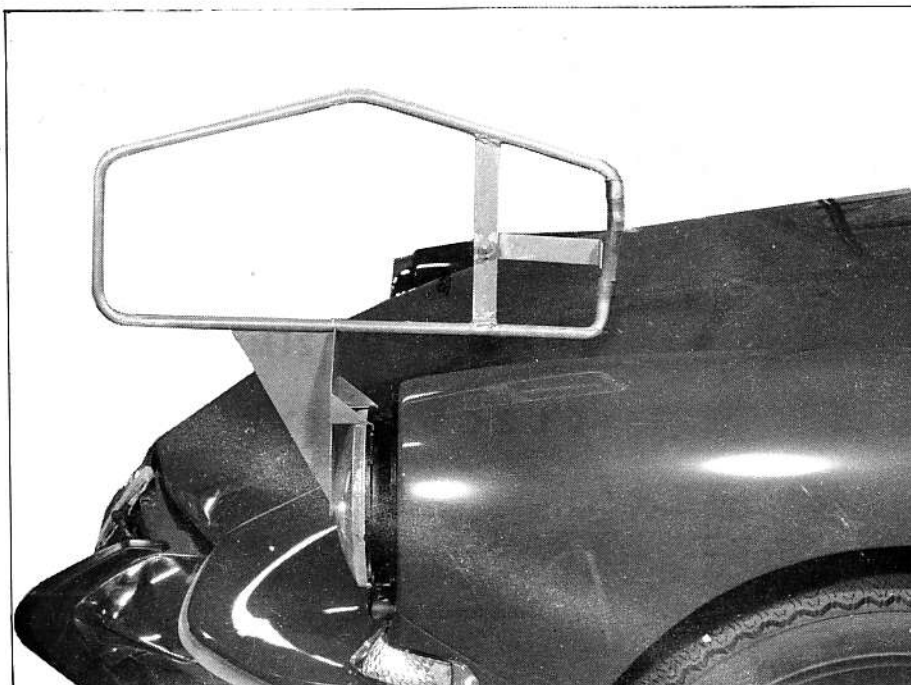

Fig. 1
- Placer l'appareil sur le phare G. (fig. 1).